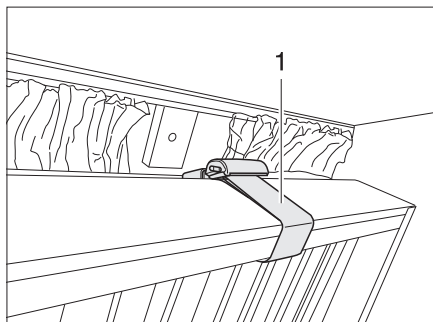

Fig. 65 Litera, plegable
- ▶ Cuando la litera esté plagada hacia arriba, asegurar la litera con el cinturón de retención (Fig. 65,1). ¡Riesgo de lesiones!
Las literas pueden plegarse hacia arriba y asegurarse con el cinturón de retención (Fig. 65,1). Entonces, la zona debajo de la cama puede utilizarse como lugar de almacenamiento.